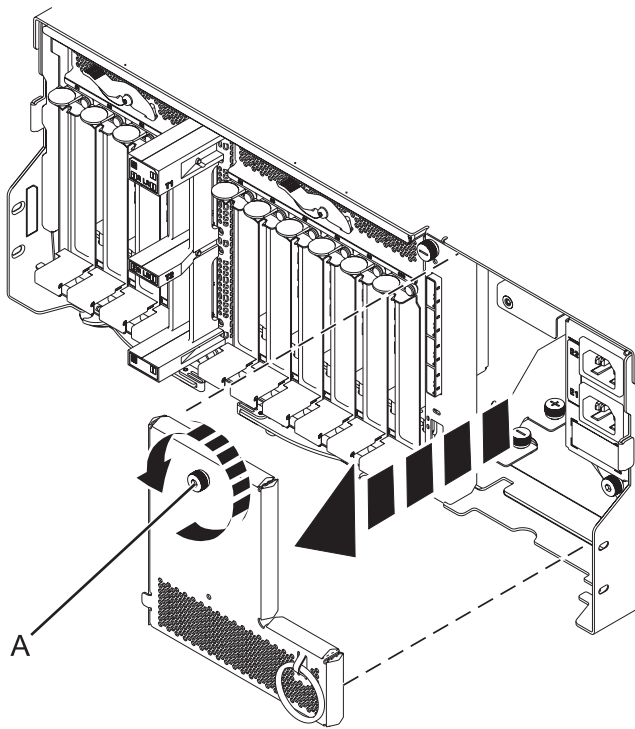

Figure 68. Retrait de la plaque d'alimentation
10. Retirez la plaque d'alimentation en tournant la vis moletée (A) et en ôtant la plaque du système, comme indiqué dans la figure 68.